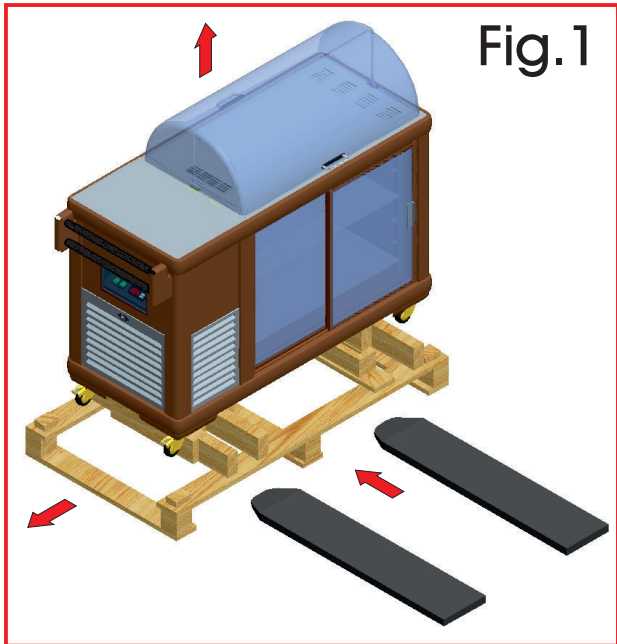

Fig.1
1. Tagliare la reggia, sfilare la scatola verso l'alto. **2.** Togliere i cristalli e le buste posti sul piano. **3.** Infilare le forche del sollevatore fra apparecchiatura e pallet o cassa (Fig.1), facendo attenzione a non danneggiare il cavo d'alimentazione. **4.** Sollevare l'apparecchiatura. **5.** Eliminare il pallet o cassa. **6.** Posare l'apparecchiatura su un piano livellato orizzontale. **7.** Fare attenzione a non lasciare niente nell'imballo prima di buttarlo. **8.** Separare i materiali dell'imballaggio secondo la composizione in modo da facilitarne lo smaltimento.